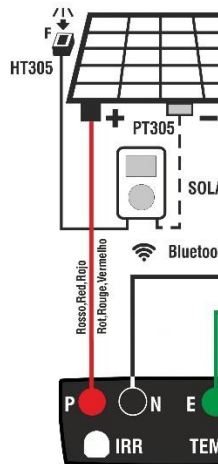

Fig. 13: Utiliser avec SOLAR03 en connexion directe sur module Monofaciaux et Bifaciaux
3. Connecter l'instrument au module/chaîne en cours d'essai et, le cas échéant, au nœud principal de mise à la terre de l'installation et aux masses métalliques mises à la terre comme indiqué dans la Fig. 13. En particulier :
- **Dans le cas des modules Bifaciaux** →, placer les **3 cellules de référence HT305** respectivement sur le plan frontal du module (**F**), sur le dos supérieur (**BH=BackHigh**) et sur le dos inférieur (**BL=BackLow**) Connecter la cellule de référence frontale (F) à l'entrée « **INP1** », la cellule de référence BH à l'entrée « **INP2** », la cellule de référence BL à l'entrée « **INP3** » et **éventuellement** la sonde de température **PT305** à l'entrée « **INP4** » de l'unité remote. Conformément à la norme IEC/EN60904-1-2, l'instrument calcule la valeur d'irradiance frontale équivalente ( $Irr_{eq}$ ) qui correspond à l'irradiance sur le seul plan frontal produisant les mêmes effets que l'irradiance détectée sur les deux faces en tenant compte du **coefficient de biface** ( $\varphi$ ) du module selon la relation suivante :